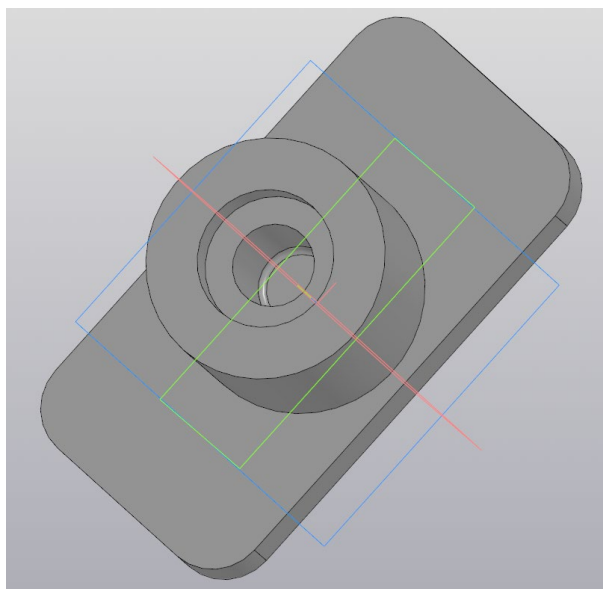

Рисунок 7 – Результат создания отверстия с цековкой
1.7 Создайте «Скругление» цилиндрической поверхности отверстия и его дна радиусом 1 мм (рис. 7).